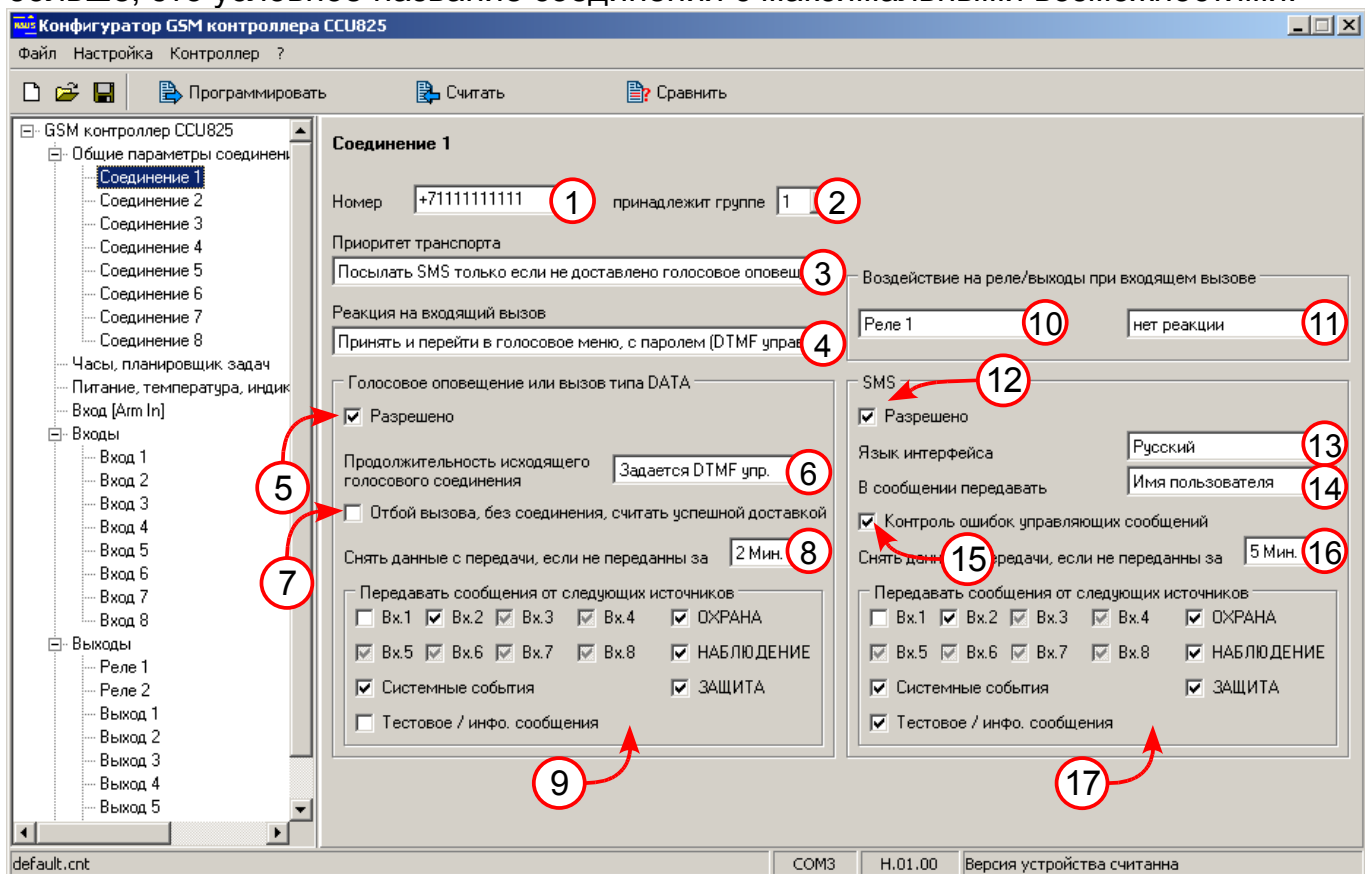

Рисунок 3. Параметры соединения главного пользователя
Параметр (14): установите как на рисунке, это обеспечит доставку оповещений в первую очередь по соединению с меньшим номером. Однако нужно иметь ввиду, что если первый номер не сможет прослушать сообщение, контроллер не перейдет ко второму, пока не закончится время (параметр 8, Рисунок 3.). Если такой принцип чередования не подходит, то выберите первый, он обеспечит равномерное распределение оповещений на все соединения.